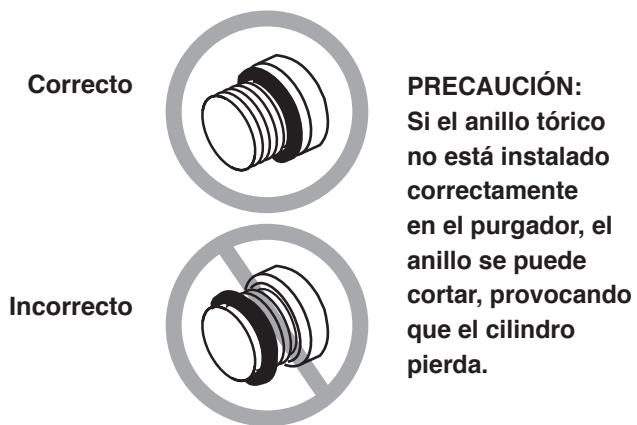

Figura 23
6. Instale nuevamente el purgador con el anillo tórico posicionado como se muestra en la Figura 23. **PRECAUCIÓN:** Si el anillo tórico no está instalado correctamente en el purgador, el anillo se puede cortar, provocando que el cilindro pierda.